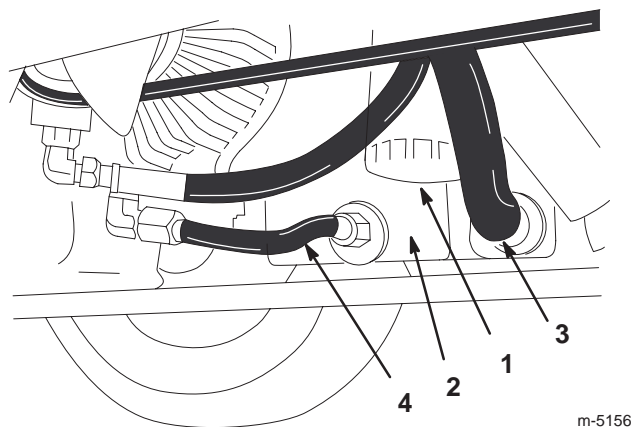

Figure 36
2. Nettoyez la surface autour du filtre à huile hydraulique et enlevez le filtre au bas du logement à l'aide d'une clé spéciale (Fig. 36).
3. Débranchez l'ensemble tube et l'ensemble flexible du réservoir. Laissez l'huile s'écouler dans un bac de vidange (Fig. 36).
4. Posez le filtre hydraulique neuf au bas du logement (Fig. 36).
5. Rebranchez les ensembles tube et flexible sur le réservoir (Fig. 36).
1. Déposez le filtre à huile hydraulique de la tête de montage, à l'aide d'une clé à filtre spéciale (Fig. 36). Débarrassez-vous correctement du filtre.